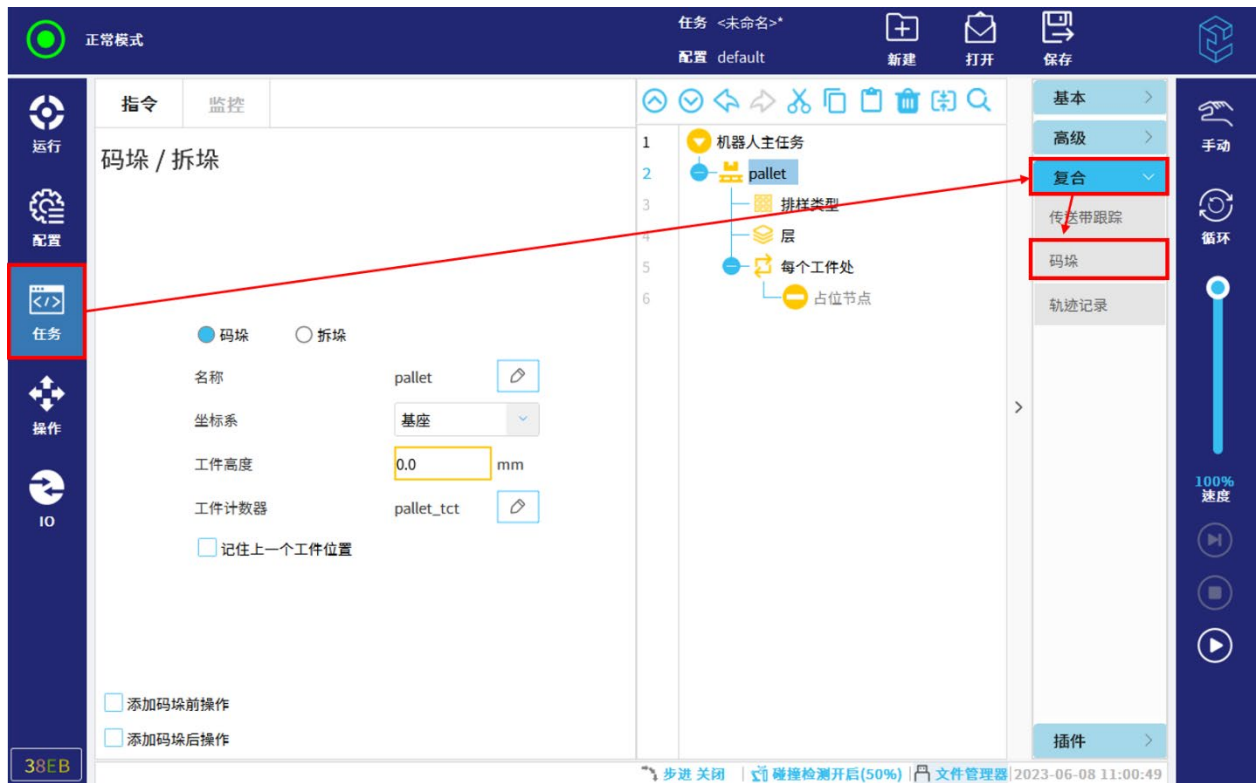

图 12-31 设置码垛任务参数
2. 设置码垛任务的名称、坐标系以及工件高度等，如图 12-31 所示。